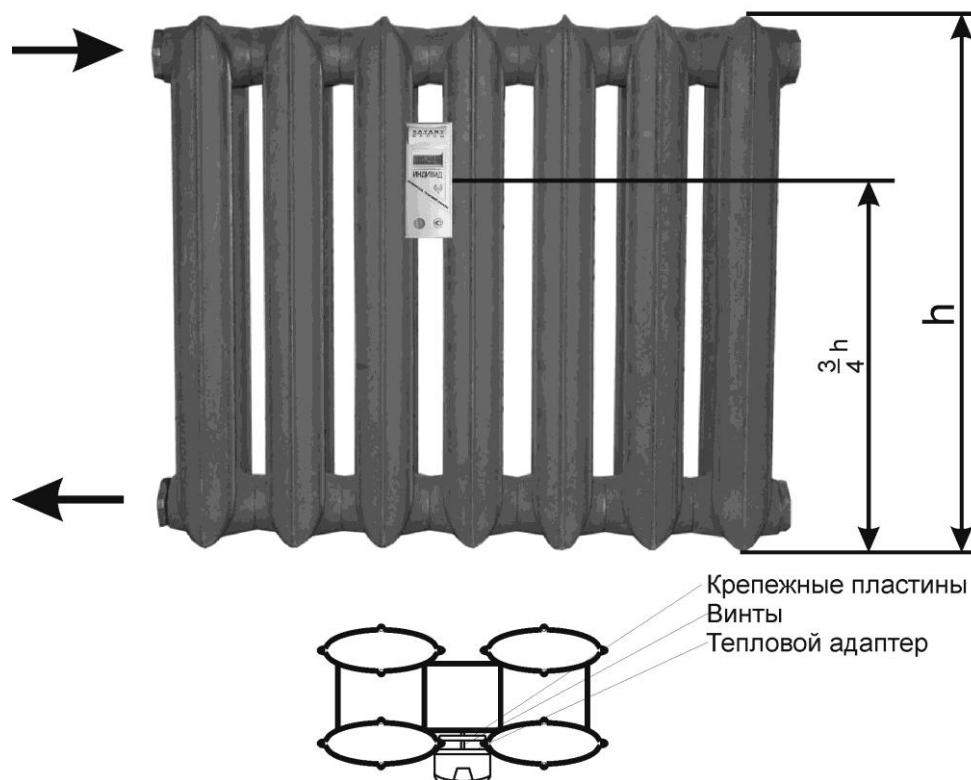

Рис. 2.1. Установка измерителя ИНДИВИД.
Середина измерителя ИНДИВИД должна находиться между средними секциями радиатора на расстоянии $\frac{3}{4}$ высоты радиатора, считая от нижнего края, как показано на рис.2.1.
На радиаторах высотой меньше 470 мм измеритель тепла должен быть закреплен так, чтобы нижнее отверстие располагалось на середине по высоте радиатора. Если число секций нечетное, то измеритель устанавливается между средней секцией и соседней, ближней к подающему трубопроводу, как показано на рис.2.1.
- Закрепить крепежный комплект на радиаторе таким образом, чтобы крепежные пластины находилась за ребрами двух соседних секций радиатора (см. схему монтажа на Рис.2.1) и крепко зафиксировать адаптер на поверхности.